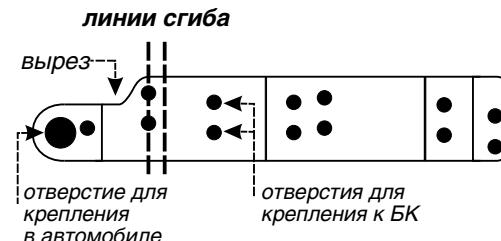

Рис. 2.10
Кронштейн, внешний вид которого приведен на рис.2.10, представляет собой металлическую пластину.
6. Согните пластины по линиям сгиба, рис. 2.10, как показано на рисунке 2.11. Учитывайте, что кронштейны будут устанавливаться один с правой, другой с левой стороны, согбайте их в противоположные стороны (зеркально).